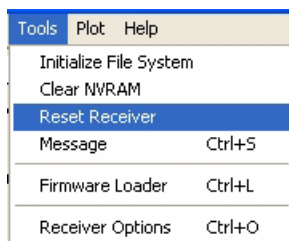

Рисунок 6-1. Tools->Reset Receiver
- Произведите аппаратный сброс приемника, используя TriVU: *Tools* ► *Reset Receiver* (Рисунок 6-1) или с помощью TriPad (см. .):